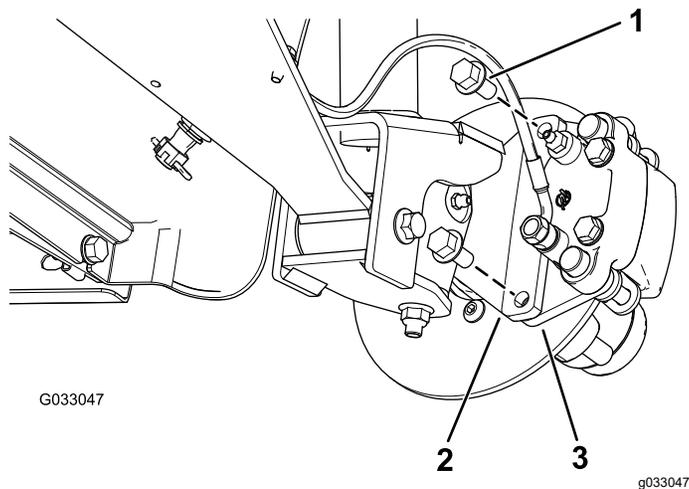
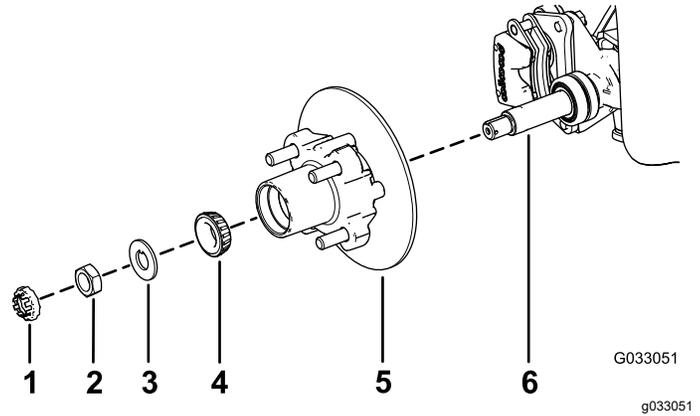

Figura 27
Figura 31
3. Togliete i bulloni a testa flangiata ($\frac{3}{8}$ " x $\frac{3}{4}$ "") che fissano la staffa del gruppo del freno al mandrino e separate il freno dal mandrino (Figura 27).
1. Lubrificate leggermente il mandrino con il grasso specificato (Figura 31).
2. Montate il mozzo e il rotore sul mandrino con il rotore verso l'interno (Figura 31).
3. Montate il cuscinetto esterno sul mandrino e inserite il cuscinetto sull'anello esterno (Figura 31).
4. Montate la rondella di sicurezza sul mandrino (Figura 31).
5. Avvitare il dado del mandrino sul mandrino e serrate il dado a 15 N·m mentre ruotate il mozzo per posizionare in sede il cuscinetto (Figura 31).
2. Allineate le pastiglie dei freni su ciascun lato del rotore (Figura 27) e i fori sulla staffa della pinza con i fori sul supporto del freno del telaio del mandrino (Figura 31).
3. Fissate la staffa del calibro al telaio del mandrino (Figura 27) utilizzando i 2 bulloni a testa flangiata ($\frac{3}{8}$ " x $\frac{3}{4}$ ").